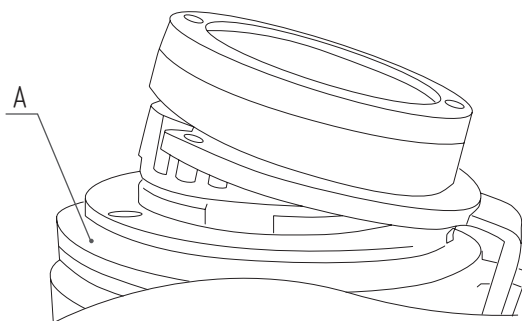

Рис. 5
1. Приподнимите фланец включения блокировки **A** для того, чтобы установить пневматический привод в сборе **[2]** (Рис. 5).